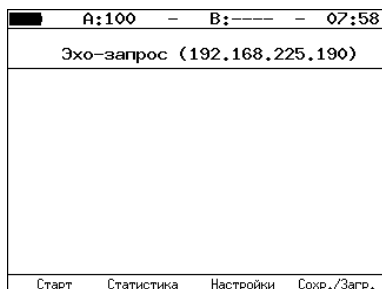

Рис. 7.67. Меню «Эхо-запрос»
- Перейти в меню «Эхо-запрос» (см. рис. 7.67). Нажать на клавишу **F3** («Настройки»).